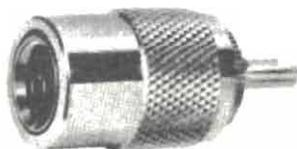

figura 1 - Connettore coassiale PL-259.
- Dopo aver installato l'antenna questa deve essere collegata al ricetrasmittitore con una linea di trasmissione realizzata con cavo coassiale, detto anche cavo schermato, che deve essere munito alle estremità di due connettori chiamati PL259 (figura 1).